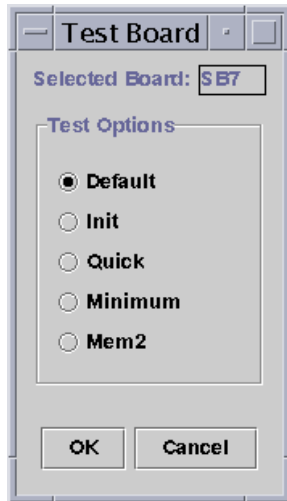

图 8-5 “Test Board（测试板）”面板
3. 左键单击“Test（测试）”菜单选项。系统显示“Test Board（测试板）”面板（图 8-5）。